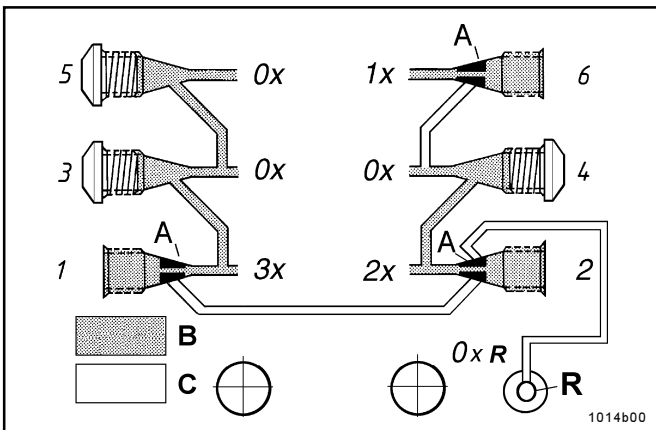

Fig. 1 - Débit simple, double ou triple; doseur SSV installé à l'arrière du système
\* Fermer les trous de sortie non nécessaires à l'aide d'une vis de fermeture; voir Fig. 1 ou 4.
**Important:** si la sortie 2 est raccordée à un point de graissage, ne jamais fermer la sortie 1 (Fig. 1).